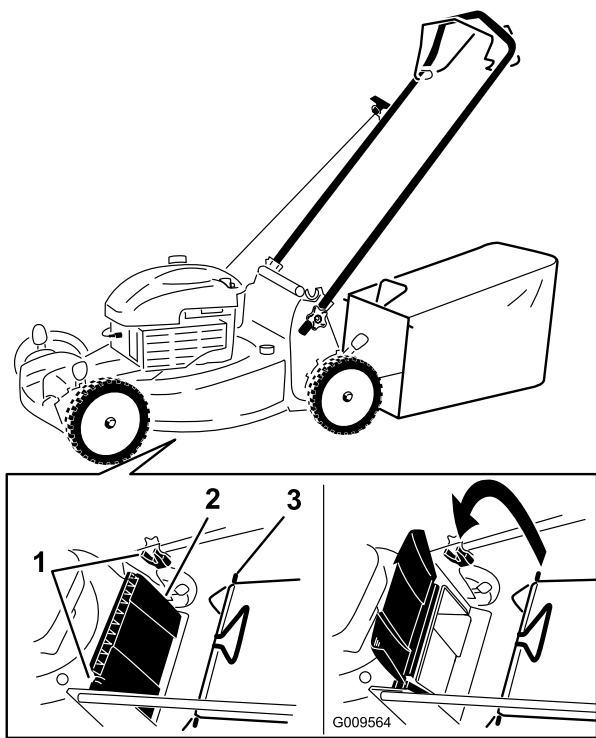

Figura 17
1. Sollevate il deflettore posteriore e tenetelo sollevato (Figura 17).